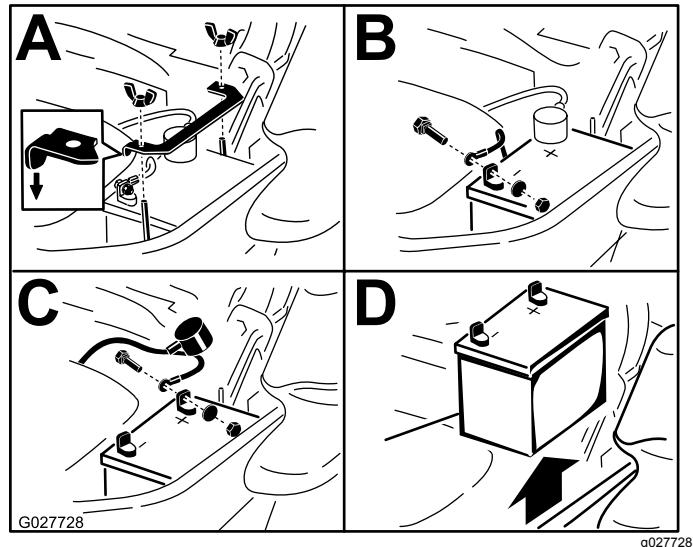

Figura 63
3. Rimuovete la batteria come illustrato nella Figura 63.
Nota: Posizionate la batteria nel vassoio, con i poli in posizione opposta al serbatoio idraulico (Figura 63).